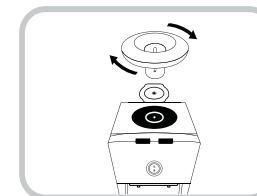

Fig.1
2. Remueva el embudo girándolo hacia la izquierda o derecha según el modelo. Asegúrese que el Embudo de Agua Caliente (pieza de plástico semi-transparente) se encuentre colocado firmemente en la punta metálica del tanque. (Fig. 1)